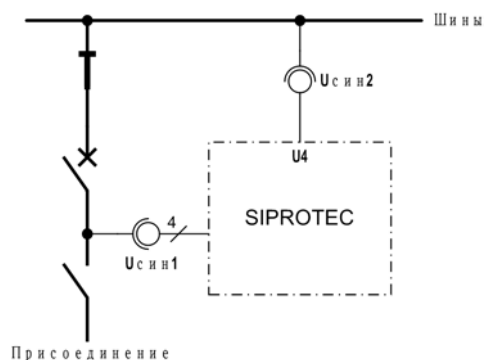

Рисунок 3-32 Измерение напряжений при контроле синхронизма - пример
- Далее при разомкнутом разъединителе линии включается выключатель (смотри рисунок 3-32). По этой причине оба трансформатора напряжения измеряют одно и тоже напряжение.